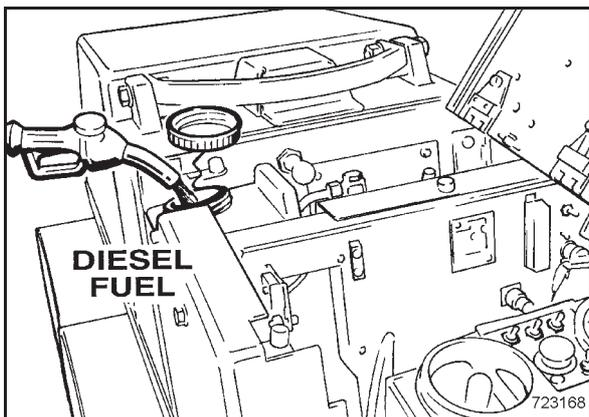

Bild 108
- Umgebung der Einfüllöffnung reinigen, Deckel abschrauben, Füllstand prüfen und ggf. Kraftstoff nach Bedarf einfüllen (Bild 108) .